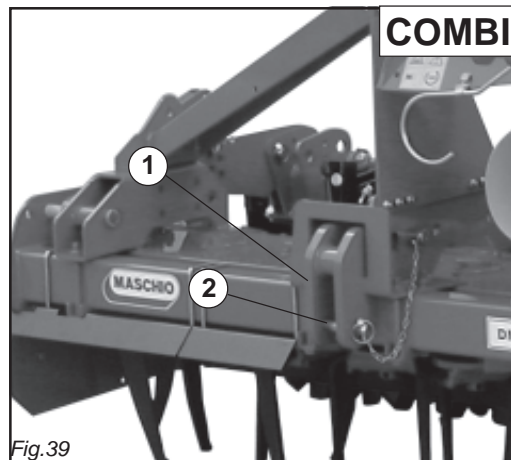
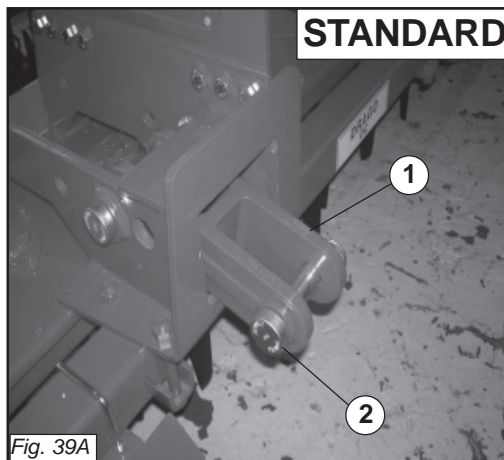

Fig.39
Fig. 39A
Nelle figure sotto sono rappresentate le bielle di attacco alle parallele del trattore rispettivamente per la versione COMBI (1 Fig.39) e per la versione STANDARD (1 Fig.39A) con i loro perni e copiglie (2). La Ditta Costruttrice, declina ogni responsabilità per rotture sul trattore.
Alle Maschinen lassen sich an jedem Schlepper montieren, der mit einer universellen Dreipunkt-Kupplung versehen ist. Die darunter liegenden Bilder zeigen die Anschlüsse zu Schlepperheber, beziehungsweise fuer COMBI Ausführung (1 Bild 39) und fuer standard Ausführung (1 Bild 39A) komplette mit Bolzen und Splinte
- 1 - Accostare le barre del sollevatore ponendole all'interno delle bielle (1 Fig. 39- 39A), inserire il perno (2 Fig. 39- 39A) nel foro predisposto e bloccare con le copiglie a scatto.